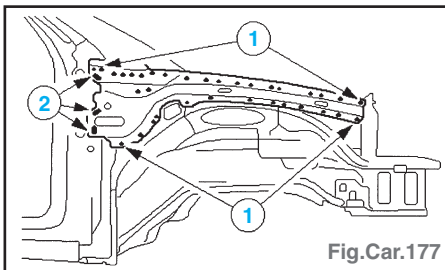

Fig.Car.177
- Fraiser les points de soudure (1) et meuler les points de soudure (2) (Fig.Car.177).